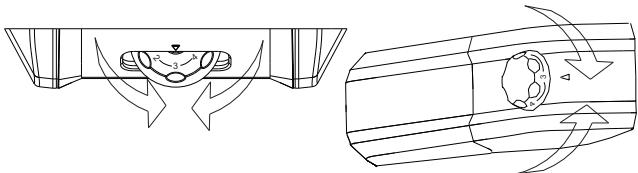

Fig.5
- El ajuste de la temperatura de los compartimentos se realiza girando la perilla del termostato (fig. 5).